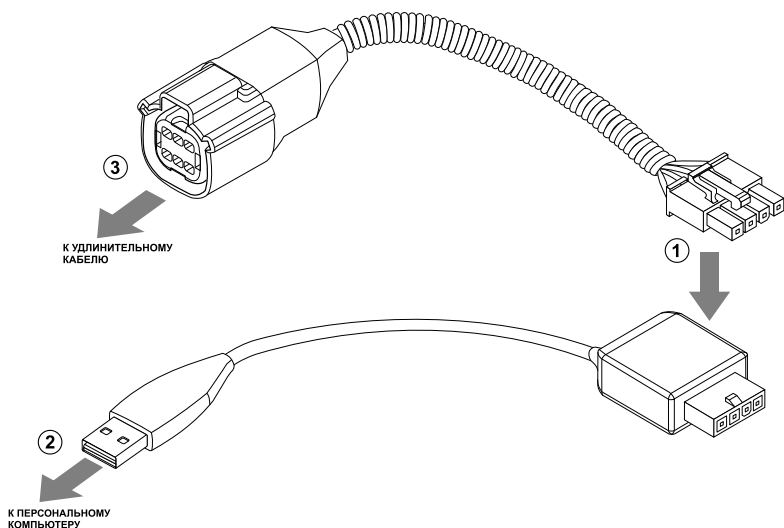

Рис.2. Подключение датчика к ПК.
Подключение датчика к ПК осуществляется с помощью специального адаптера – (см. рис.2). Для корректной работы датчика с ПК в системе должны быть установлены драйверы на этот адаптер.
Подключение датчика к ПК осуществляется с помощью специального адаптера «TKLS-Prog» (см. рис.2).
- подключить четырехконтактный разъем адаптера к четырехконтактному разъему переходного кабеля (рис.2, п.1);
- подключить USB разъем адаптера к ПК (рис.2, п.2);
- подключить другой конец переходного кабеля к интерфейсному разъему датчика уровня топлива (рис.2, п.3).